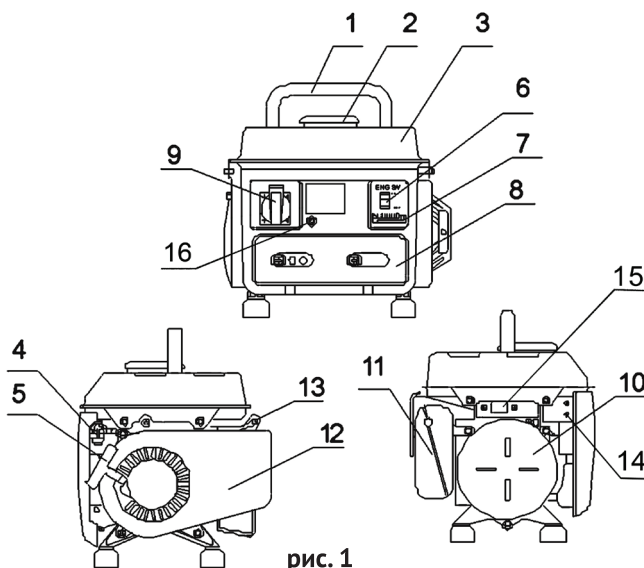

рис. 1
ратора. Передача осуществляется через коническое сопряжение ротора генератора и вала двигателя. При этом образуется самоцентрирующаяся трёхопорная схема соединения. С обмоток статора генератора напряжение подводится: через систему стабилизации на розетку переменного тока (рис.1 поз.9); через выпрямительный блок на розетку постоянного тока (рис.1 поз.15).
2.4 Общий вид бензогенератора представлен на рис.1
3.1 Переносной автономный бензогенератор относится к классу генераторных установок переменного тока, с приводом от двигателя внутреннего сгорания общего назначения. Механическая энергия, выработанная бензиновым двигателем (рис.1 поз.12) внутреннего сгорания, преобразуется генератором (рис.1 поз.10) в электрическую энергию со стандартными характеристиками сети переменного тока: напряжение – 220 В, частота – 50 Гц. От неё питаются бытовые приборы при отсутствии стационарной электросети. Кроме того генератор преобразует энергию в сеть постоянного тока (12 В), которая используется для зарядки автомобильных (и других) аккумуляторов.
Электрическая сеть подключения потребителей относится к системе с изолированной нейтралью, предусматривающей защитное заземление открытых токопроводящих частей корпуса. В зависимости от местных условий (состав грунта, его влажность и т.п.) изменяется качество заземления. Во всех случаях защитное заземление должно иметь сопротивление не более 4-х Ом. Во время работы бензогенератора его клемма заземления (рис.1 поз.14) должна быть подсоединена к заземлителю. Практически это требование может быть реализовано следующими способами:
- перевести выключатель зажигания (рис.1 поз.6) в положение «ВКЛ.»;
- открыть топливный кран (рис.1 поз.4);
- перевести рычаг управления воздушной заслонкой (рис.1 поз.7) в крайнее левое положение «закрыто» при пуске холодного двигателя (для прогретого двигателя рычаг устанавливается в промежуточном положении);
- резко, с усилием потяните рукоятку стартера (рис.1 поз.5) до упора, повторите действие ещё раз, если двигатель не завёлся.
После прогрева двигателя в течение 10-40 секунд (в зависимости от начальной температуры), перевести рычаг воздушной заслонки (рис.1 поз.7) в крайнее правое положение «открыто».
- перевести выключатель зажигания (рис.1 поз.6) в положение «ВыКЛ.»;
- закрыть топливный кран (рис.1 поз.4).
- выход постоянного тока (рис.1 поз.15) можно использовать только для 12-ти вольтовых потребителей.
При перегрузке может сработать защита генератора. Проверьте суммарную мощность подключённого оборудования. Отключите лишнее. Включите автомат защиты, утопив кнопку (рис.1 поз.16) до фиксации.
Внимание! Все работы по техническому обслуживанию следует проводить при выключенном двигателе и отсоединённом колпачке высоковольтного провода свечи зажигания (рис.1 поз.13).